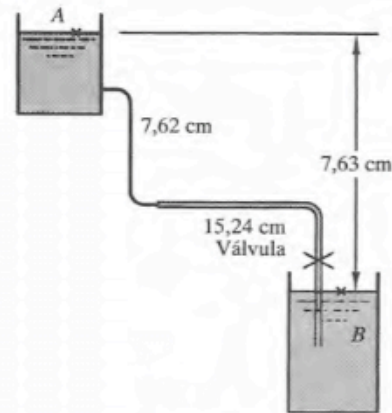

Figura 8.8.
- 8.67. A través del sistema mostrado en la Figura 8.8 fluye agua a 38° C. Las tuberías son nuevas, de fundición asfaltada y sus longitudes 54,9 m la de 7,62 cm y 30,5 m la de 15,24 cm. Los coeficientes de pérdida de los accesorios y válvulas son: Codos de 7,62 cm, $K = 0,40$ cada uno; codo de 15,24 cm, $K = 0,60$, y válvula de 15,24 cm, $K = 3,0$. Determinar el caudal.